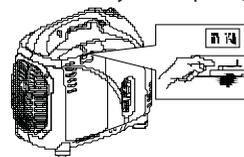

Рис. 17
**г)** Переведите рычаг заслонки в положение CHOKE. Не нужно если двигатель теплый (Рис.17).